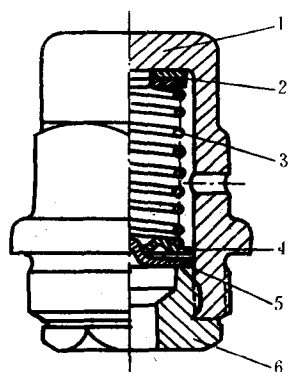

图9 泄风阀组装
(2) 泄风阀(图9)是空气阀上的附属阀。它由阀盒、调整垫圈、阀弹簧、弹簧座、阀、阀座等组成。它的作用是当低压空气筒内的压缩空气压力超过 $2.8 \sim 3.2$ 公斤/厘米²时，阀被顶开，过量的空气由排风口排出，待压强降至 $2.8 \sim 3.2$ 公斤/厘米²以下时，弹簧以其弹力把阀压回阀座，因此，